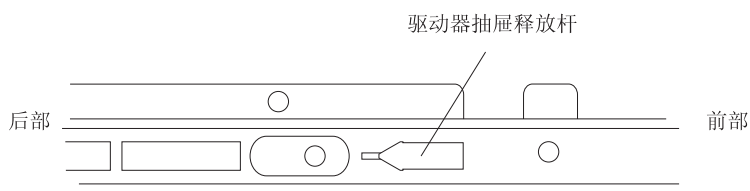

图 94. 驱动器抽屉一侧的驱动器抽屉释放杆
- b. 将驱动器抽屉两侧的驱动器抽屉释放杆（请参阅图 94）朝着您的方向滑动，然后从机柜中卸下驱动器抽屉。